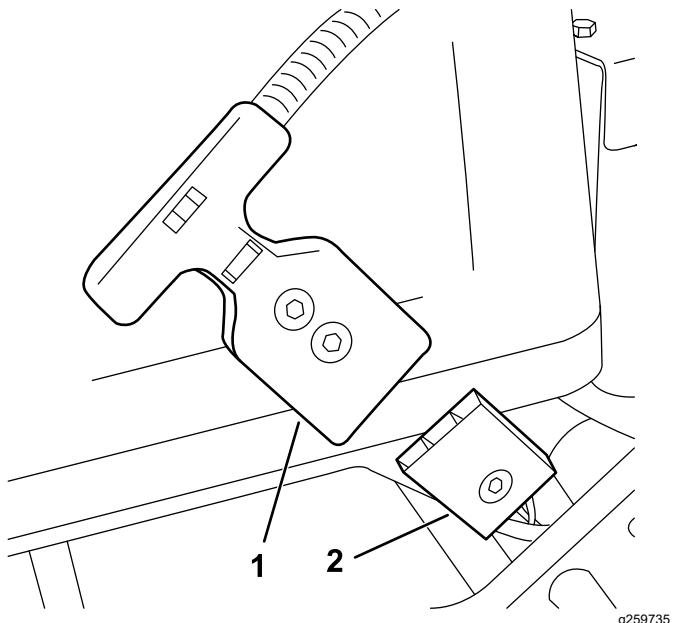

图 3
4. 将 T 形手柄接头拉离固定到电池托盘上的主电池电源接头 图 3。
4. 将 T 形手柄连接至电池组接头 图 3